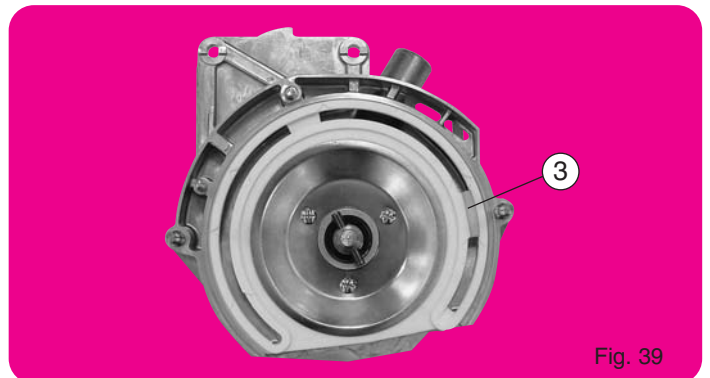

Fig. 39
Cet équipement est utilisable en 18 trous pour semis de maïs ou pour semis en poquets de coton-haricots... Avec la roue à ailettes, il faut supprimer la cale éjecteur du couvercle (voir pages 10-11), mettre en place un bouchon ③ (fig. 39) et employer une plaque de sélection spéciale mince.
For larger size seeds such as peanuts or kidney beans, a special ejector block and a better adapted seed selector are supplied with the seed disc on request. This metering box will also handle seed discs fitted on a traditional finger wheel (fig. 39).